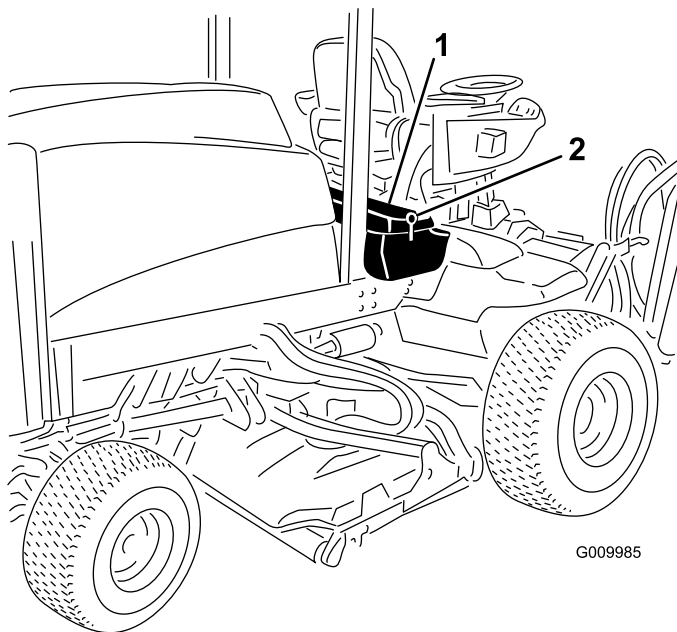

図 32
1. 運転席のコンソールパネルのラッチを外して持ち上げる 図 32。